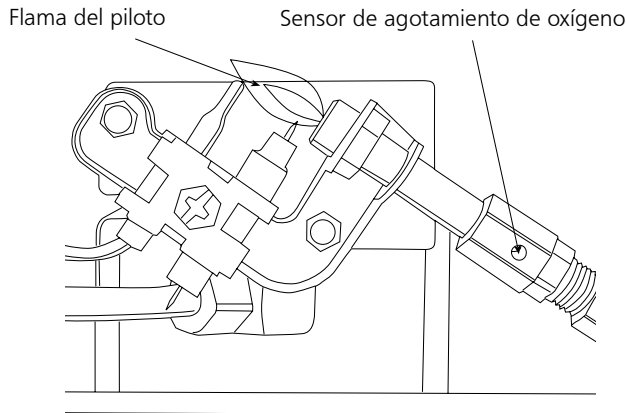

Figura 2
- Gire el regulador externo para la instalación de tanque fácil. Tornillo 1 libra. cilindro de suministro de gas de LP disponible dextrórum (de fondo) en calentador portátil hasta de mano apretado. No use el sellador de hilo en esta union. ; ver la Figura 2.
- Ligeramente deprima y gire el Botón de Control en contrario para "PILOTAR" la posición, totalmente deprimir para encender a piloto y asimiento durante 30-60 segundos. Repita hasta pilotos. Ver la Figura 2.
La figura 2: Ate el depósito de combustible
Inspeccione visualmente la llama del piloto y el quemador periódicamente durante su uso. La llama del piloto debe ser de color azul (no amarilla) y debe extenderse más allá de la termocupla. La llama rodeará la termocupla justo debajo de la punta. Ver Figura 2, arriba. Una llama levemente amarilla puede ocurrir cuando la llama del piloto y la del quemador principal se encuentran. El quemador debería ser anaranjado brillante (con un leve color azul alrededor del borde y una bruma roja-anaranjada que es visible en el azulejo de cerámica es aceptable) y sin una llama muy notable. Una llama azul que sobresale de la parte superior del azulejo de cerámica indica una acumulación de polvo, pelusas o telarañas dentro del ensamble de la carcasa y del quemador principal. Si el piloto es amarillo o el quemador tiene una llama notable, es posible que sea necesaria una limpieza. Utilice los siguientes procedimientos para inspeccionar el ensamble de la carcasa y del quemador principal. Es necesario revisar periódicamente el orificio del quemador y el tubo venturi del quemador para asegurarse de que están libres de insectos, nidos o telarañas que pueden acumularse con el tiempo. Un tubo obstruido puede generar un incendio.
- 3 Quite (4) cuatro tornillos que aseguran la tapa trasera al Calentador.
- 5 Quite (4) cuatro quemador que retiene tornillos y línea de combustible de la asamblea de quemador. Quite la asamblea de quemador de la espalda del alojamiento.
- 8 Inspeccione y limpie el piloto (montado en el soporte) con una aspiradora o con aire a presión a través de los orificios en el piloto los cuales se indican con flechas en la Figura 2.